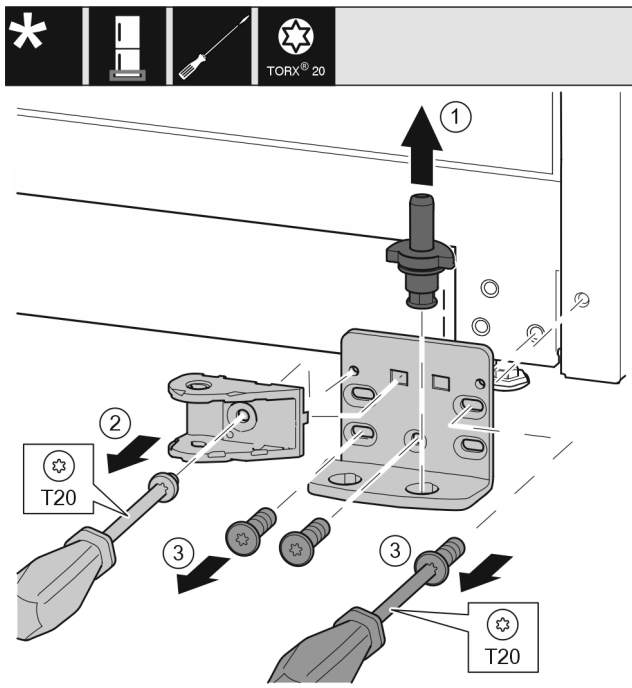

Fig. 30
- ▶ Húzza ki teljesen a csapszeget Fig. 30 (1) felfelé.
- ▶ Tekerje ki a csavart Fig. 30 (2) csavarhúzóval, és vegye le a záráscsillapító egység kötőelemét.
- ▶ Tekerje ki a csavarokat Fig. 30 (3) csavarhúzóval, és vegye le a csapágybakot.